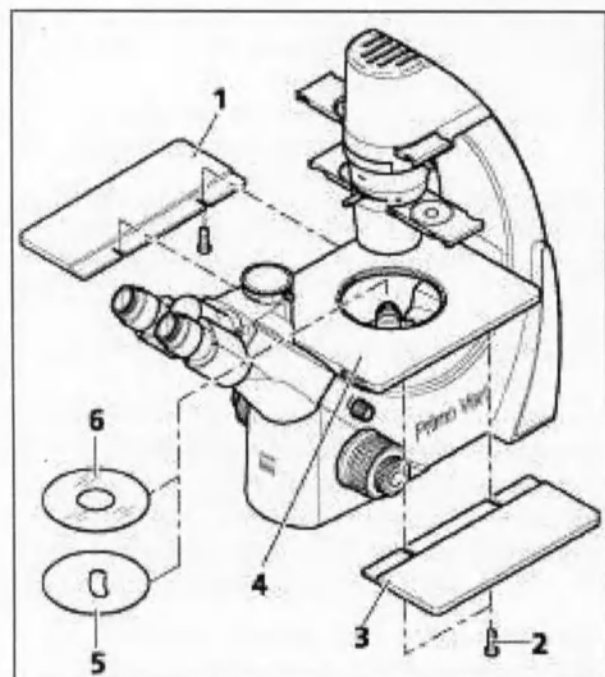

Рис. 7 Установка вставок в стол и монтаж расширения стола
- По выбору можно вложить в предметный стол вставку из металла (рис. 7/5) или из стекла (рис. 7/6).
- Для увеличения рабочей поверхности стола при необходимости можно монтировать расширение стола слева и справа (рис. 7/1 и 3). Для этого установите расширение стола снизу на предметный стол (рис. 7/4) и закрепите двумя входящими в объем поставки винтами с накатанной головкой (рис. 7/2).